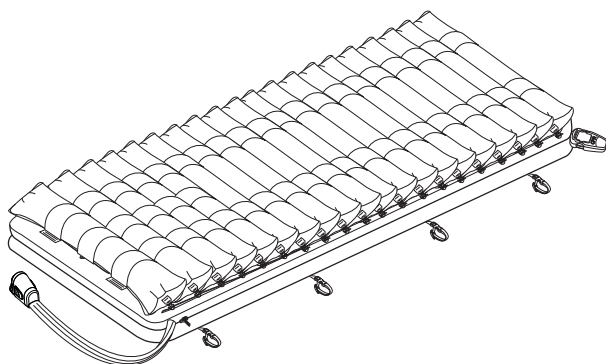

Figura 31
- las celdas del colchón queden hacia arriba (véase la figura 31).